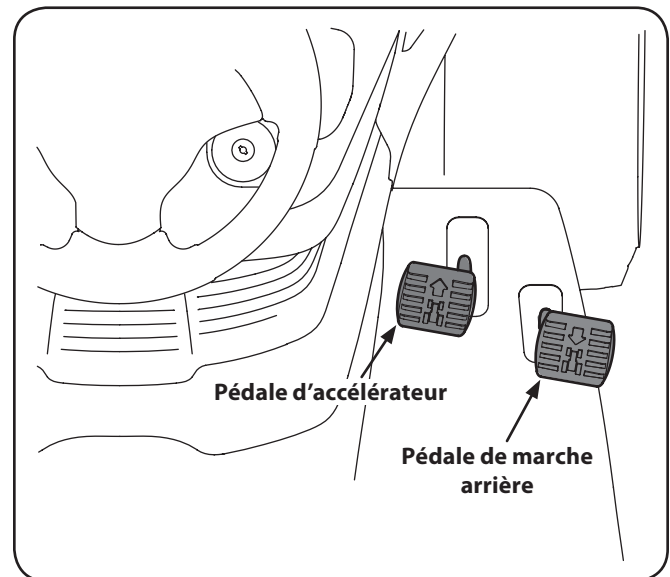

Figure 5-2
2. Pour vous déplacer en MARCHE AVANT, appuyez lentement sur la pédale d'accélérateur jusqu'à l'obtention de la vitesse désirée. Voir la Figure 5-2.
3. Pour vous déplacer en MARCHE ARRIÈRE, assurez-vous qu'il n'y a pas d'obstruction derrière vous, puis appuyez lentement sur la pédale de marche arrière avec la plante de votre pied (et pas votre talon) jusqu'à l'obtention de la vitesse désirée. Voir la Figure 5-2.